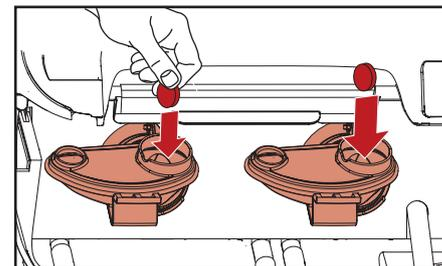

Fig. 5.6 - Insira pastilhas Rinza
4. Insira uma pastilha de limpeza Rinza em ambos os recipientes misturadores (fig. 5.6).
- h. Insira uma pastilha de limpeza Rinza em ambos os recipientes misturadores (fig. 5.6).